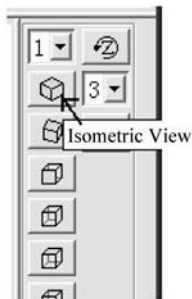
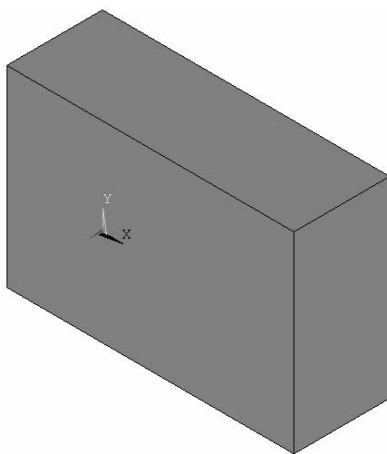

图 3-7 视图工具条
图 3-8 长方体轴测图
(8) 单击操作界面右侧视图工具条中的“Isometric View”按钮（见图 3-7），改变视图的观察方位，显示轴测图（见图 3-8）。